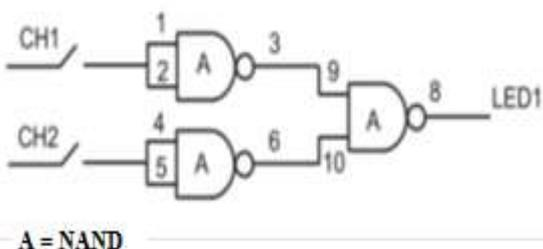

Figura 1a: Circuito com esquema de ligações.
**Obs:** Na Figura 1a mostra-se a que deve-se apresentar o circuito durante este curso, representação das portas lógicas e com os pinos enumerados. Na Figura 1b está ilustrada uma maneira **que não** deve-se fazer. Se utilizar diversos CIs, identifique cada um por uma letra, por exemplo, A, B, C, etc. Outra opção é utilizar letras e números para identificar os CIs: U1, U2, etc. Fazer legenda dos CI's, como ilustrado na Figura 1a (A = NAND).